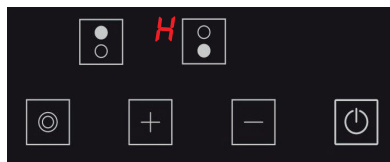

Figure 23
4. L'unité passe en mode veille après ces procédures. Toutefois, l'icône **H** doit être affichée en cas de plaque de cuisson chaude même si l'unité passe en mode veille. (Voir Fig. 23)